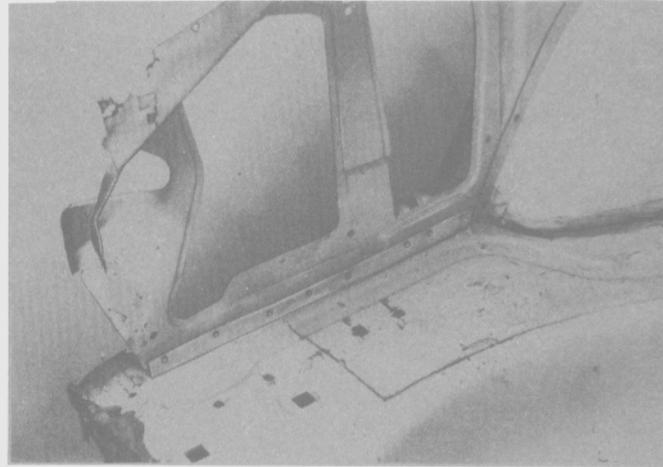

Fig. 236
- Perforar los puntos de soldadura del soporte del piso en su unión con el panel del piso/panel interior (Fig. 236).